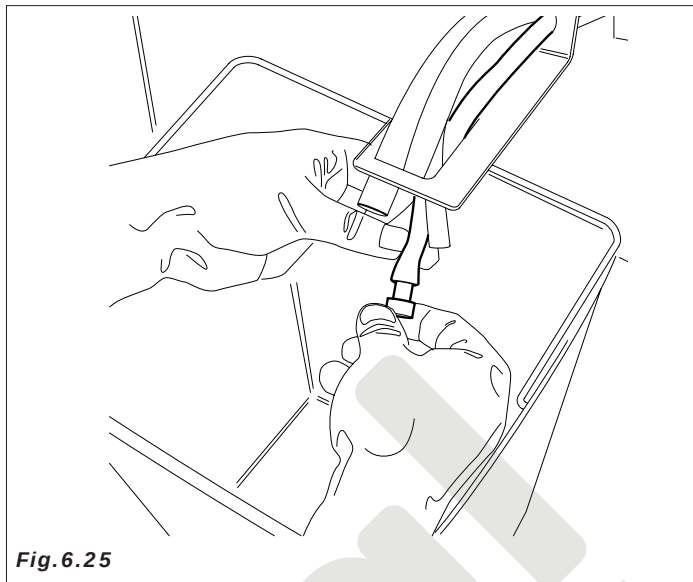

Fig. 6.25
- Colocar de nuevo el tapón (Fig.6.25).